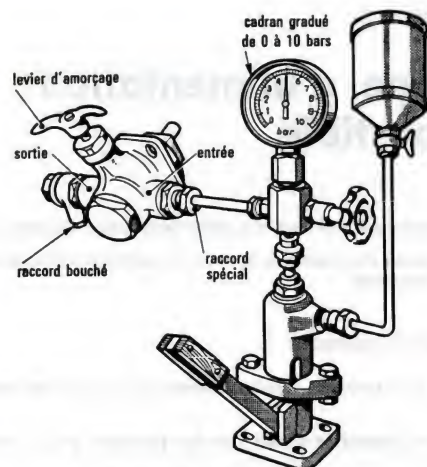

Fig. 2. — Essai d'étanchéité d'une pompe d'alimentation.
(1) Dans les pompes d'injection rotatives, on utilise généralement une pompe d'alimentation volumétrique à palettes (fig. 2 bis).
Fig. 2 bis. — Pompe d'alimentation D. P. A. Roto-Diesel avec soupape régulatrice.
B — Vérification hydraulique (fig. 2)
- 3° Monter la pompe sur l'appareil d'essai d'injecteurs (fig. 2).